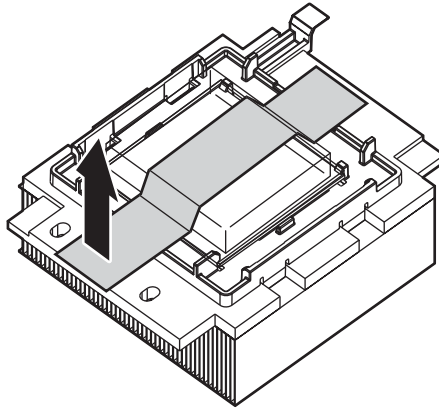

Figure 72 Retrait du cache du processeur
1. Retirez le cache de protection du processeur (Figure 72).